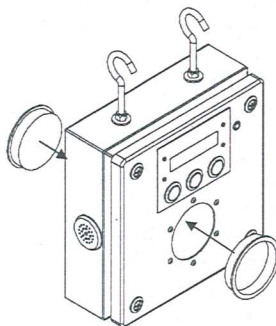

Рисунок 14 - Заглушки в измерительной камере
2.6.2.1 Закрыть измерительную камеру заглушками с обеих сторон (см. рис. 14).